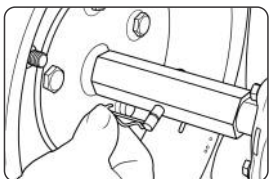

Рис.3
- Установите колёса в сборе со ступицами на выходной вал редуктора и зафиксируйте стопорными пальцами и пружинными фиксаторами (рис. 3).